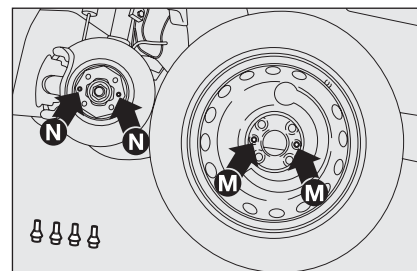

fig. 15
- ☐ monte la rueda de repuesto (más pequeña que una rueda normal) de manera que los orificios **M-fig. 15** coincidan con los espárragos de centrado **N**;